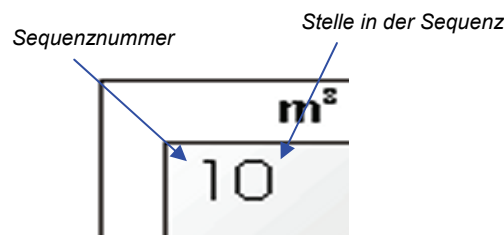

Fig. 3.1b, Sequenznummer, Stelle
1. Display-Sequenz in diesem Fall "10". Die Stelle 1 zeigt die "Sequenz" und "0" den Wert innerhalb der Sequenz. Siehe Fig. 3.1b.
3. Wertanzeige, max. (7) Stellen
1. Séquence du display dans ce cas "10". La position 1 indique la "séquence" et "0" la valeur dans la séquence. Voir fig. 3.1b.
3. Affichage des valeurs, max. (7) positions